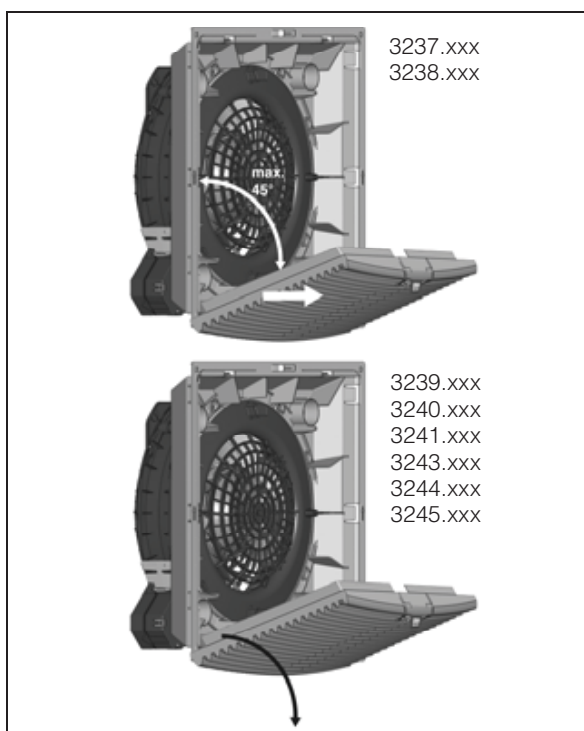

図2: プラスチックルーバーを外す
- 下方の穴を使用するには、図 2 のようにプラスチックルーバーを外します